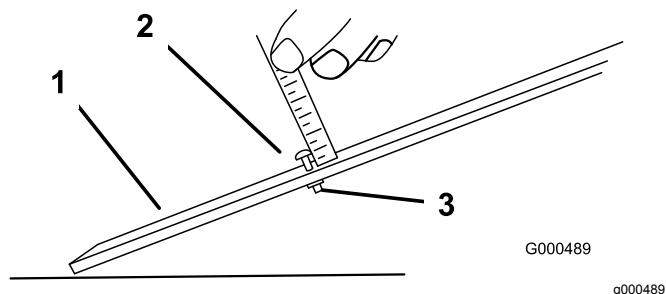

图13
1. 松开调刀尺上的螺母并将调节螺丝设定为所需的剪草高度 图13。